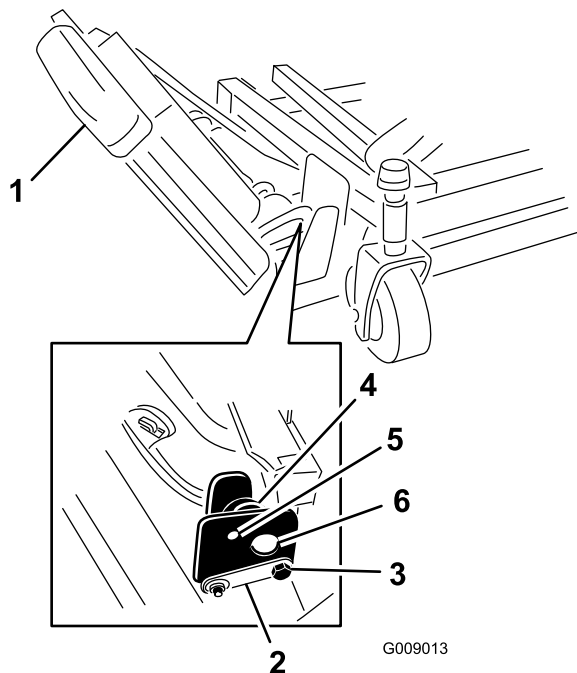

図 3
1. 前後のストップボルトを右ウイングレットデッキの取り付け部に固定しているナットを取り外す 図 3。
2. 右側ウイングレットを保持し、その状態で、前後のストップボルトを右ウイングレットデッキの取り付け部に固定しているナットを取り外す 図 3。